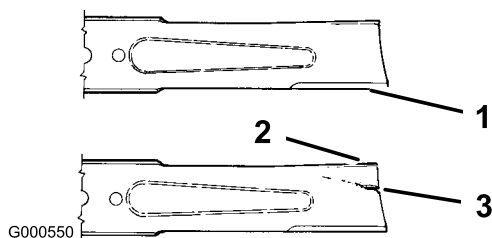

Bild 35
2. Untersuchen Sie die Schnittkanten (Bild 35). Bauen Sie das Schnittmesser aus und schärfen Sie es, wenn die Kanten nicht scharf sind oder Kerben aufweisen, siehe „Schärfen der Schnittmesser“.
3. Prüfen Sie das Schnittmesser, insbesondere den gebogenen Bereich (Bild 35). Wenn Sie Schäden, Verschleiß oder Rillenbildung in diesem Bereich feststellen (Bild 35), sollten Sie sofort ein neues Schnittmesser einbauen.